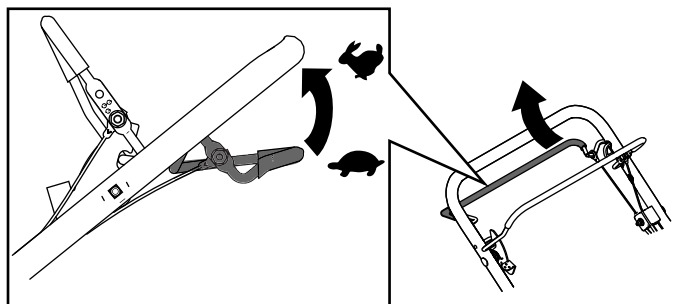

Figura 17
3. Per utilizzare la trazione automatica, premete la barra della trazione automatica (Figura 17).